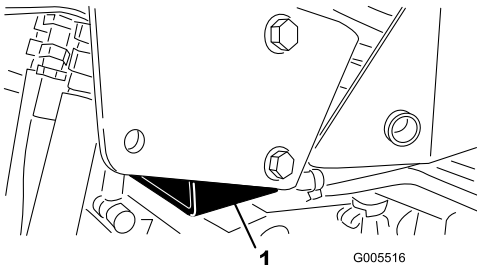

Figura 38
- A destra: sotto la staffa di supporto del ROPS (Sistema di protezione antiribaltamento roll-bar) (Figura 38)